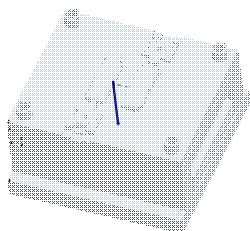
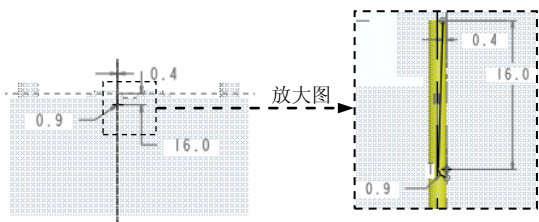

图 31.82 激活顶杆 1
图 31.84 截面草图
Step6. 编辑顶杆 1。在模型树中选择 并右击，从弹出的快捷菜单中选择 命令，激活顶杆，如图 31.82 所示（此顶杆与 Step3 中创建的浇口相干涉）；单击 **模型** 功能选项卡 **形状** 区域中的 按钮，此时系统弹出“旋转”操控板；选取 MOLD_RIGHT 基准平面为草绘平面，然后选取图 31.83 所示的表面为参考平面，方向为 **右**，绘制图 31.84 所示的截面草图；完成截面的绘制后，单击“草绘”操控板中的“确定”按钮 ；在操控板中单击 按钮，然后单击 按钮，完成特征的创建。